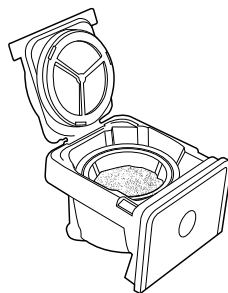

Figure 5
3. Ajoutez la quantité désirée de café et secouez doucement pour aplanir la surface du café. Vous reporter au tableau de Mesure du Café (Figure 5).